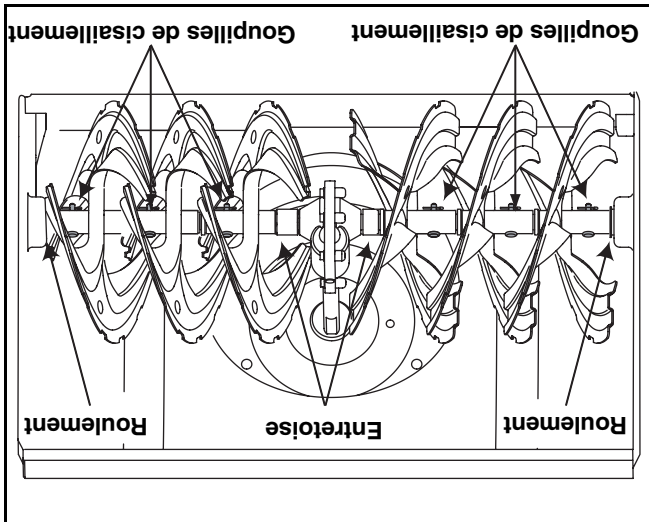

Figure 21 - Tarrière de 30 po illustrée.
• Enlevez les goupilles de cisaillement sur l'arbre de la tarière, au moins une fois par saison. Vaporisez un lubrifiant à l'intérieur de l'arbre et autour des entretoises. Lubrifiez aussi les roulements à bride trouvés à chaque extrémité de l'arbre de la tarière. Voir la Figure 21.